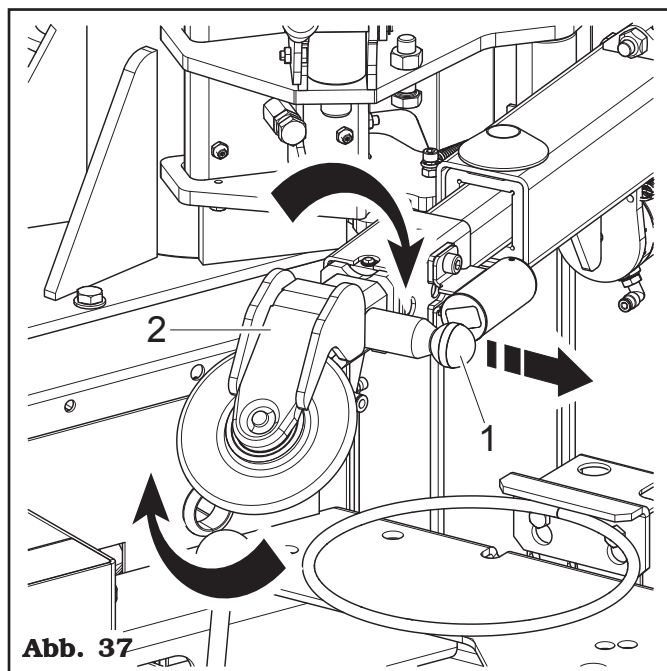

Abb. 37
5. Ziehen Sie den Knauf (**Abb. 37 Pkt. 1**) und drehen Sie die Abdrückrolle um 180° (**Abb. 37 Pkt. 2**).